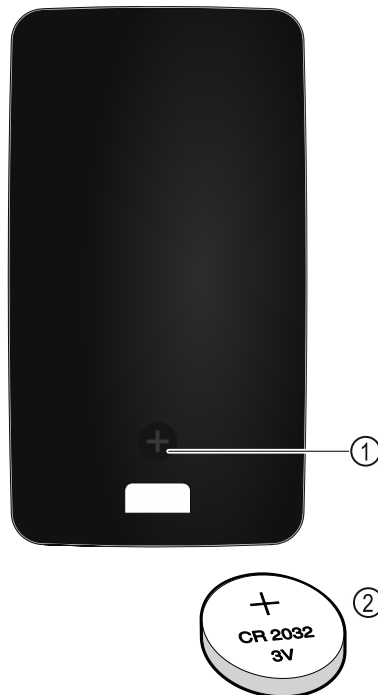

Fig. 220
Diaľkové ovládanie je napájané batériou typu CR 2032 s 3 V Fig. 220 (2), ktorú si môžete kúpiť v špecializovanom obchode.
- ▶ Vyskrutkujte skrutku Fig. 220 (1) na zadnej strane diaľkového ovládania.